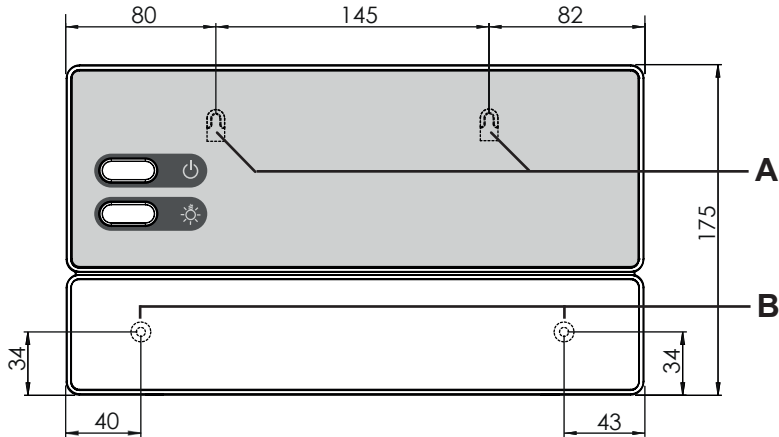

рис. 2 Расположение подвешивающего приспособления и монтажных отверстий (размеры указаны в мм)
1. На высоте ок. 1,70 м вкрутить в стенку сауны два винта с крестообразным шлицем (16 мм) так, чтобы они выступали из стенки на 7 мм. Расстояние между винтами должно составлять ок. 145 мм (см. **рис. 2**).
3. Повесить блок управления с помощью подвешивающего приспособления **А** на установленные винты с крестообразными шлицами (см. **рис. 2**).
4. Вкрутить два винта с крестообразными шлицами (16 мм) в нижние крепежные отверстия **В** (см. **рис. 2**).